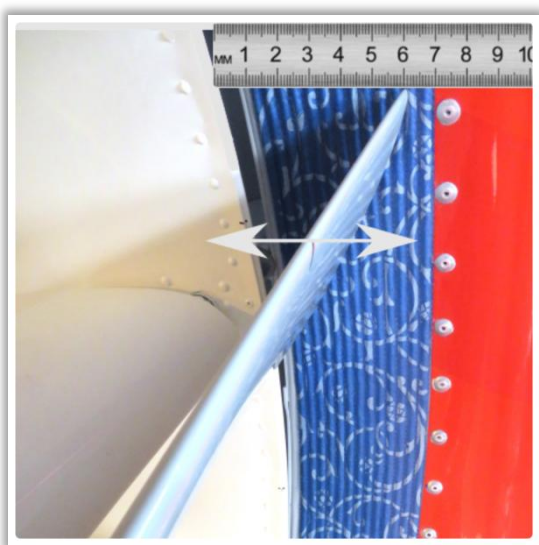

Рисунок XIII-1
4) Проверьте подшипник воздушного винта на отсутствие люфта. Для этого приложите к вырабатываемой прокладке измерительный инструмент, как показано на рисунке (Рисунок XIII-1, А) и подвигайте рукой край лопасти в направлении нос корма. Отклонение края лопасти от исходного значения не должно превышать $\pm 1,5$ мм.